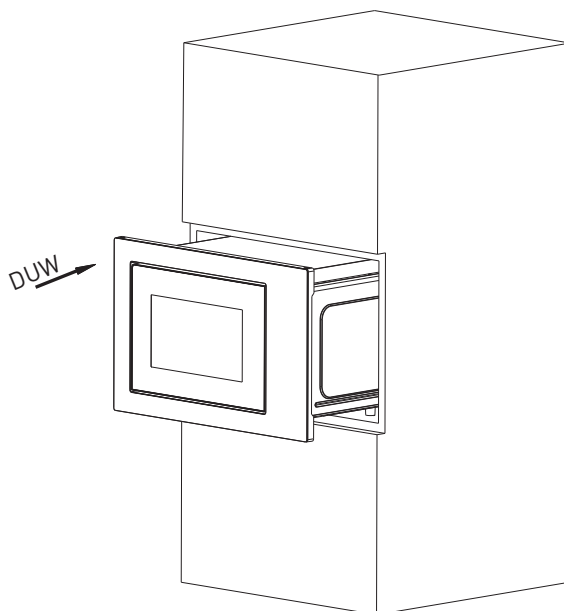

Fig.1
a) Plaats de microgolfoven in de inbouwkast en duw hem helemaal naar achter. (Fig.1)